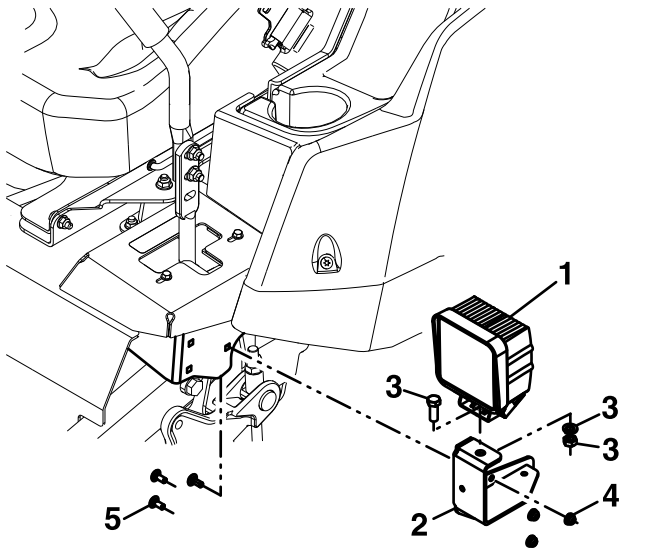

Figure 3
4. Avec trois boulons de carrosserie ($\frac{1}{4}$ po-20 x $\frac{5}{8}$ po) et écrous Nyloc, fixez le support de feu gauche au support sur le cadre de commande de déplacement, comme montré à la Figure 3.
5. Retirez les fixations du feu et installez-les sur le support de feu gauche, comme montré à la Figure 3.